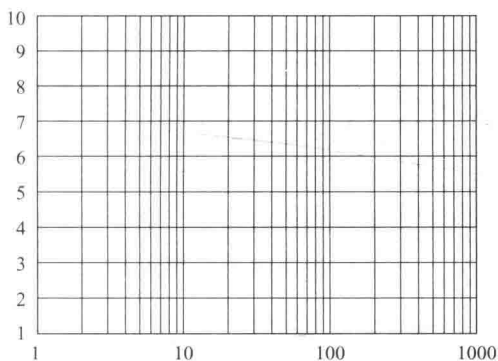
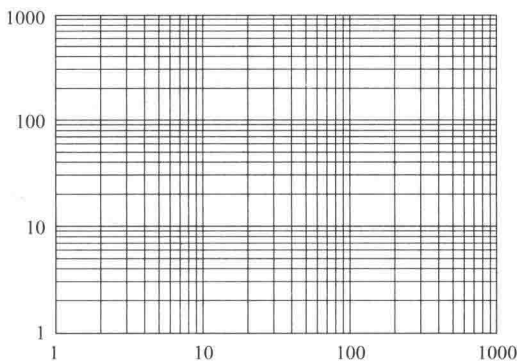

图 2-1 单对数坐标纸
图 2-2 双对数坐标纸
① 坐标系的选择 常用的坐标系有直角坐标、单对数坐标（图 2-1）和双对数坐标（图 2-2）。
对数坐标是按坐标示值（变量值）的对数进行刻度的标注。如图 2-1、图 2-2 中坐标示值为 1、10、100、1000 时，对应的刻度值为 $\lg 1=0$ 、 $\lg 10=1$ 、 $\lg 100=2$ 、 $\lg 1000=3$ ，
在对数坐标中绘图可采用市售对数坐标纸，如图 2-1、图 2-2 所示。若有特殊要求，可以任选单位长度参照上述原理自行设计对数坐标。除常用对数外，也可取自然对数标注刻度。